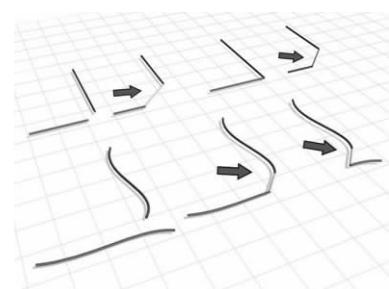

图 5-66 创建切角曲线▲
- ⑤(创建切角曲线):在两条曲线之间产生切角的新曲线,如图 5-66 所示。